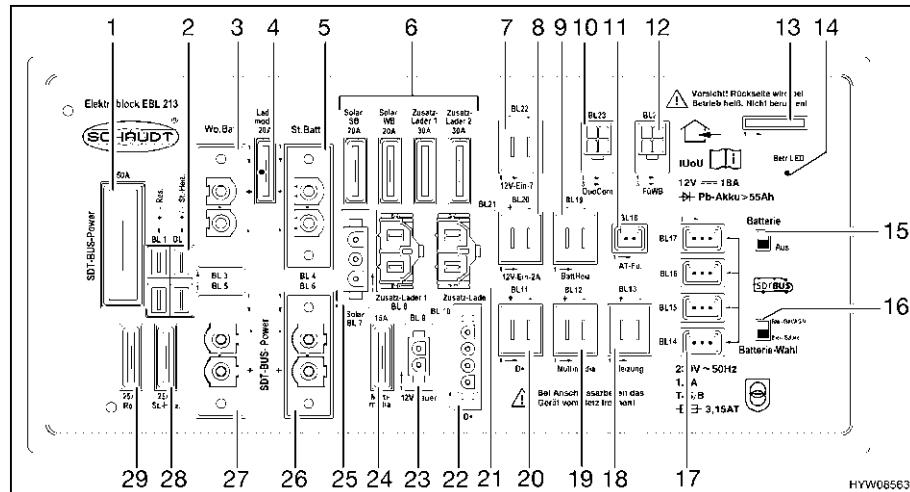

Fig. 103 Centralina elettrica (EBL 213)
- Portare l'interruttore staccabatteria (Fig. 103,15) sulla centralina elettrica EBL 213 in posizione "Aus" (spento).
- Portare l'interruttore staccabatteria (Fig. 103,15) sulla centralina elettrica EBL 213 in posizione "Ein" (acceso).